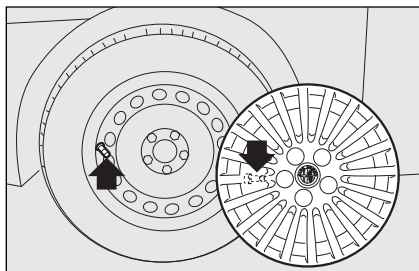

fig. 12
- plaats het wieldeksel op de velg van het wiel zodanig dat het symbool , gestanst op de binnenzijde van het deksel, samenvalt met het ventiel **fig. 12**;